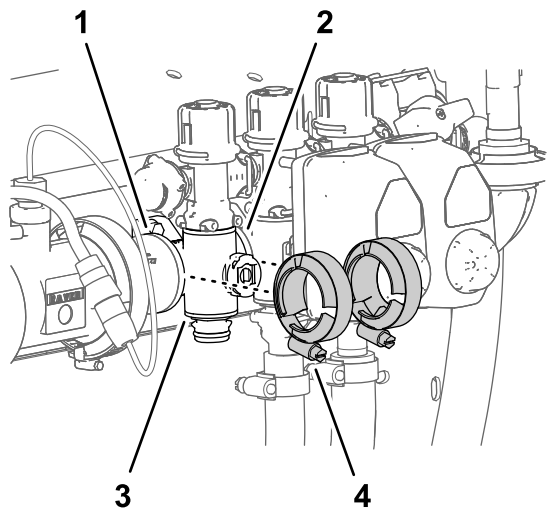

図 134
4. 個別boomマニホルドバルブの取り外し (ページ 82) で取り外したフランジクランプを、boomバルブマニホルドのフランジと、もう1つのboomバルブまたはカップリングアダプタのフランジの間に挿入する 図 134。
- フランジクランプ2個を手締めする 図 134。